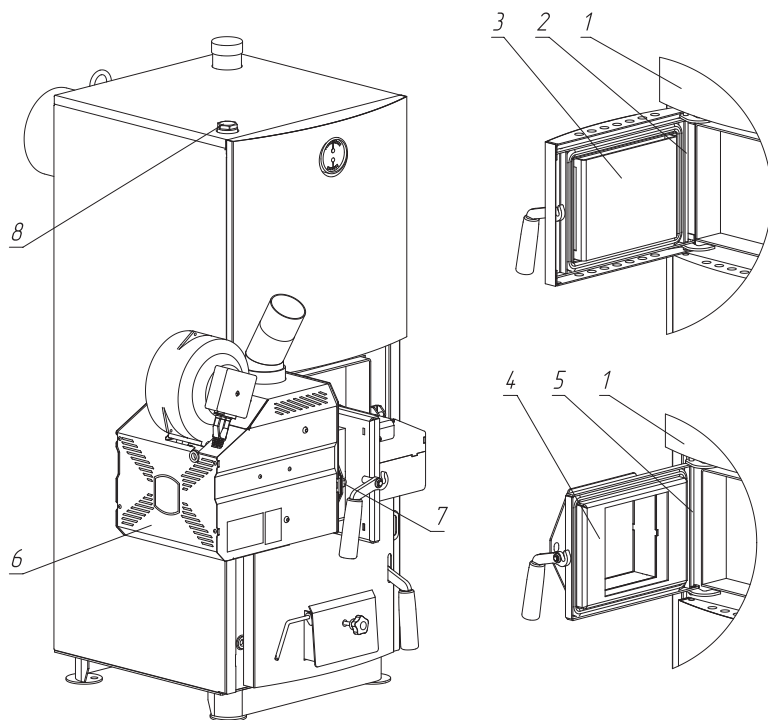

Рис. 10 Порядок установки горелки ZOTA «RAY» на твердотопливные котлы ZOTA Mix 20 и ZOTA Mix 31,5.
- Снимите панель (Рис. 10, поз. 1), извлеките ось (Рис. 10, поз. 2) и снимите дверцу загрузочную (Рис. 10, поз. 3);
- Далее установите адаптер горелки (Рис. 10, поз. 4) и зафиксируйте его осью (Рис. 10, поз. 5). Затем установите на место панель (Рис. 10, поз. 1);
- Установите горелку (Рис. 10, поз. 6) на котел и зафиксируйте ее гайками (Рис. 10, поз. 7);
- Для установки гильзы под датчики температуры и перегрева снимите пробку или тягорегулятор (если установлен) и установите гильзу (Рис. 10, поз. 8) в освободившееся отверстие;